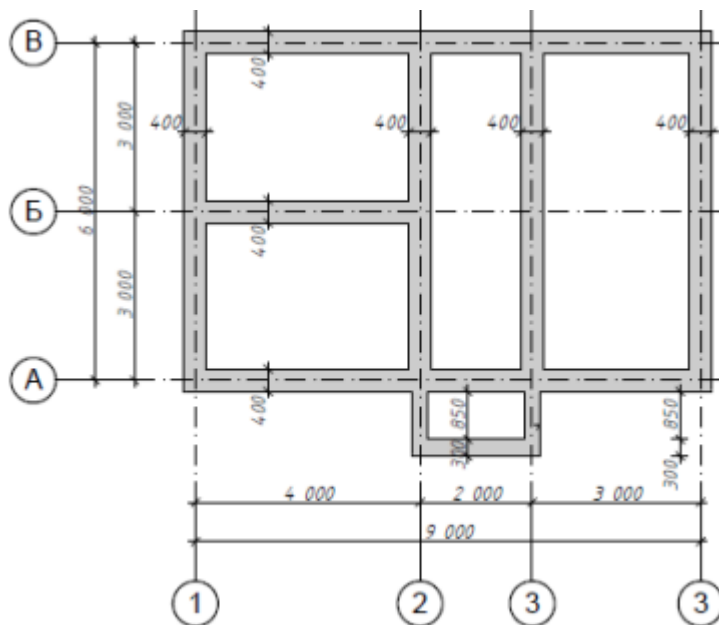
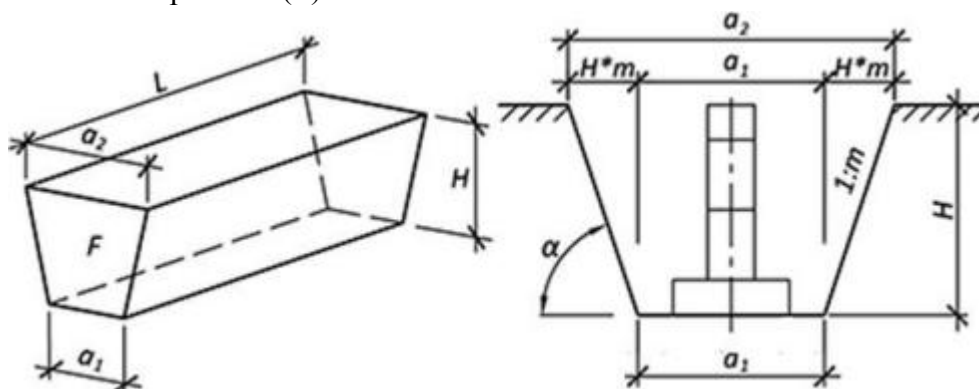

Рисунок 1 – Сведения об объекте строительства
Рисунок 2 – Схема характеристики траншеи
Сведения об объекте строительства, см. рис.1: Здание кирпичное жилое без подвала. Фундамент ленточный сборный железобетонный. Полы первого этажа устраиваются по грунту. Температура расчетной среднесуточной температуры помещения, примыкающего к наружным фундаментам, составляет $16\text{ }^{\circ}\text{C}$. Строительство осуществляется в г. Нижний Новгород. Грунт – суглинок.
1. На основании нижеприведенного чертежа, см. рис.1 и характеристики траншеи, см. рис.2 определить объем водоотлива и объем разработки сухого и мокрого грунта.
2. Уровень стояния грунтовых вод в траншее находится на отметке 2,6 м от верха траншеи. Грунт суглинок. Характеристики траншеи: ширина траншеи по дну (a_1) - 1,5 м; глубина траншеи (H) – 3,5 м, протяженность траншеи (L) – 50 м.